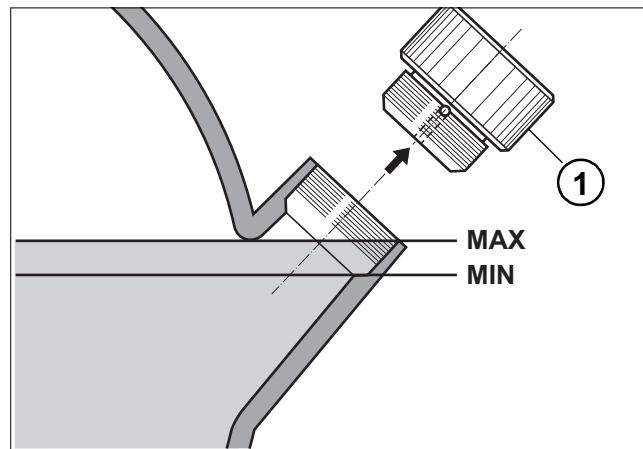

Рис. 7-2
- Залейте максимальное количество масла через горловину на резервуаре и плотно заверните рукой пробку 1 (см. рис. 7-2).